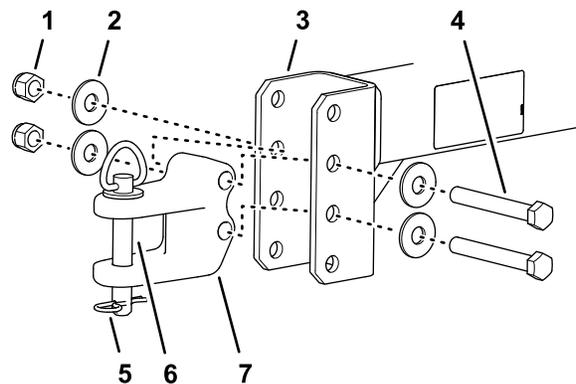

Figura 5
- Monte a forquilha de engate no garfo com os dois parafusos, quatro anilhas e duas porcas de bloqueio (Figura 5).
- Prenda o engate à barra de tração com o pino de engate e perno de gancho (Figura 5).
- Ajuste a posição da forquilha de engate no garfo de forma a que o garfo fique nivelado com a barra de tração da unidade de tração (Figura 5).